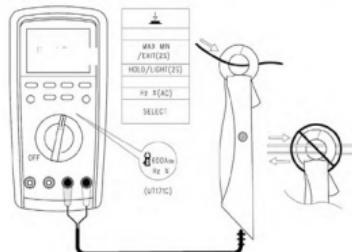

Abbildung 11
9. 60A/600A Externe aktuelle Kalifermessung (siehe Abbildung 11)
Drücken Sie die RANGE-Taste, um den Bereich von 60A/600A zu wechseln, SELECT den AC/DC-Stromsattel für die Messung (siehe Abbildung 11), und verwenden Sie den mit Zubehör ausgestatteten Stromsattel, um die in der Abbildung angezeigte Verbindung zu messen.